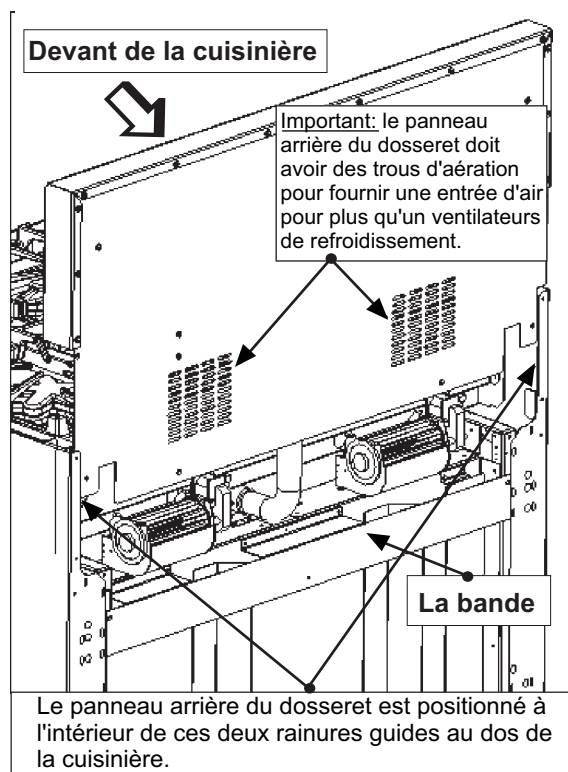

Figure 15 : Emplacement du dosseret
- Le dossier est inséré à l'intérieur des rainures guides au dos de la cuisinière, tel qu'il est illustré en Figure 15. (Enlever la grille ou le gril pour un dégagement suffisant sur les cuisinières sur ces modèles). À l'aide d'un tourne-écrou Torx T-20, fixer le dossier avec les quatre (4) vis Torx sur les panneaux latéraux de la cuisinière.
- La tablette à casserole requiert un préassemblage du panneau supérieur à la tablette en utilisant les neuf (9) vis Torx comprises. Pour une charge suffisante, IL FAUT fixer deux (2) vis dans les coins inférieurs du haut de la tablette. Utiliser trois (3) vis Torx pour installer la bande sur le dos de la cuisinière, tel qu'il est illustré. Le centre de la bande peut être supportée par une languette depuis le panneau arrière et ne requiert pas de vis.
- Pour fixer le devant du dossier, installer trois (3) vis Torx par le panneau avant inférieur du dossier, dans le rebord au dos de la surface de la cuisinière.